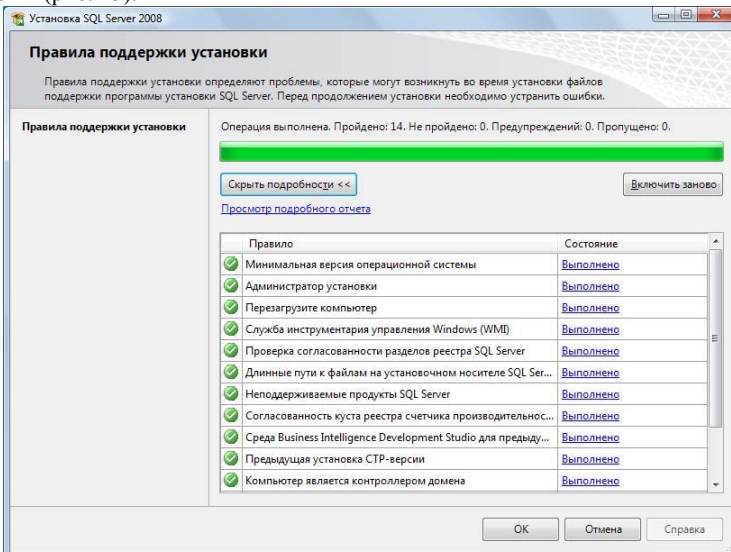

рис. 25
2.3 Нажать кнопку «Показать подробности» и убедиться, что все проверки успешно пройдены. Если будут обнаружены какие-то проблемы, то необходимо их устранить и запустить повторную проверку кнопкой «Включить заново». Затем закрыть данное окно кнопкой «OK» (рис. 25):